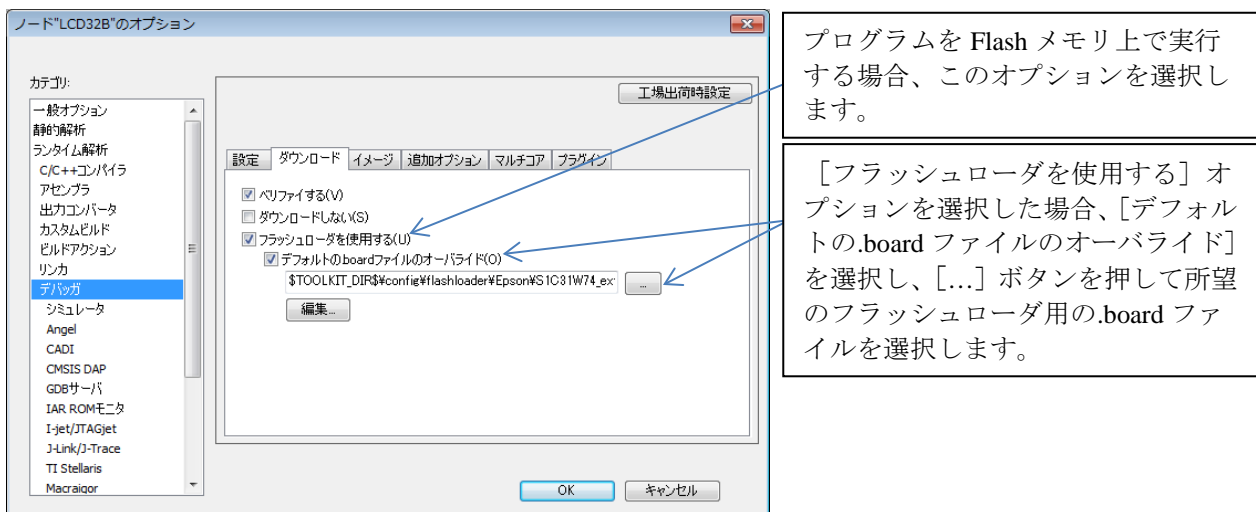

図 2.3.5.1 フラッシュローダの設定
- (1) IAR EWARM メニューの [プロジェクト] > [オプション] を選択します。
- (2) 表示されたダイアログの [カテゴリ] リストから [デバッグ] を選択します (図 2.3.5.1)。
- (3) [ダウンロード] タブを選択します (図 2.3.5.1)。
- (4) [フラッシュローダを使用する(U)] のチェックを無効にします (図 2.3.5.1)。
- (4) [フラッシュローダを使用する(U)] のチェックを有効にします (図 2.3.5.1)。
- (5) [デフォルトの.board ファイルのオーバーライド] のチェックを有効にします (図 2.3.5.1)。
- (6) [...] ボタンをクリックし、.board ファイルとして“S1C31W74_int.board”を選択します (図 2.3.5.1)。